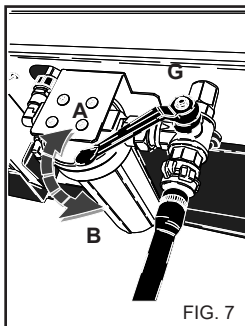

FIG. 7
- 3) Vrid spaken på kranen "G" till läget. "A" fig. 7. Vid en försörjning från den externa tanken ska spaken ställas i läget "B".